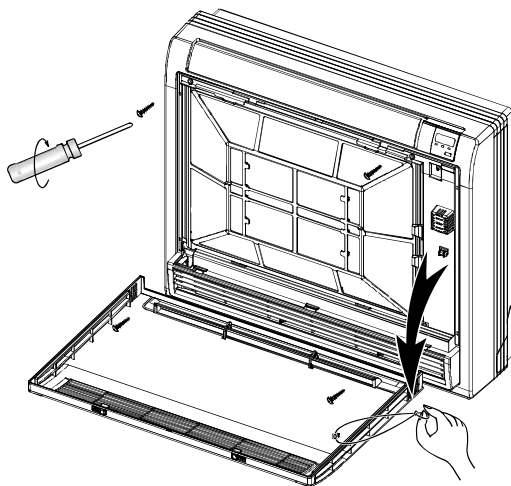

Рис. 7-2
- Снять тросик (см. рис. 7-2).
- Выкрутить 4 винта (см. рис. 7-2).